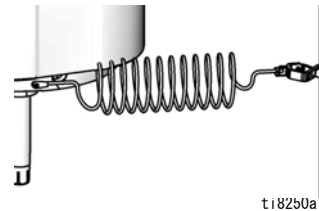

図 8
**ポンプ：**接地線およびクランプを使用します。接地用金具のロックナットとワッシャをゆるめず。供給された接地ワイヤの片方の端を引き内のスロットに挿入し、ゆるみ止めナットをしっかりと閉めてください。ワイヤの他方の終端を大地アースに接続します。図 8 を参照してください。